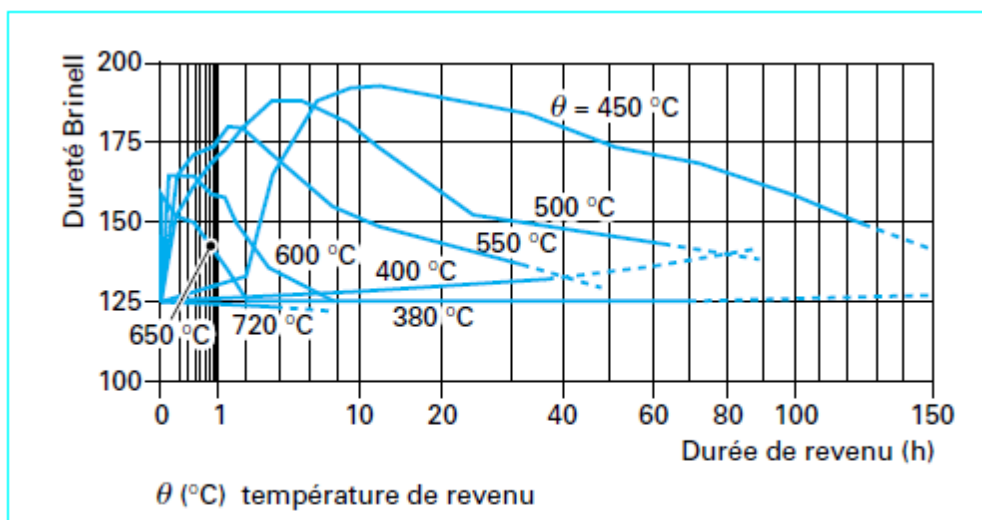

Fig. 4. Influence de la durée de revenu sur la dureté d'un acier à 1% de cuivre selon Houdremont
17. Décrire l'influence des températures de revenu (450°C, 500°C, 550°C et 600°C) sur la dureté des nuances traitées (Fig.4).